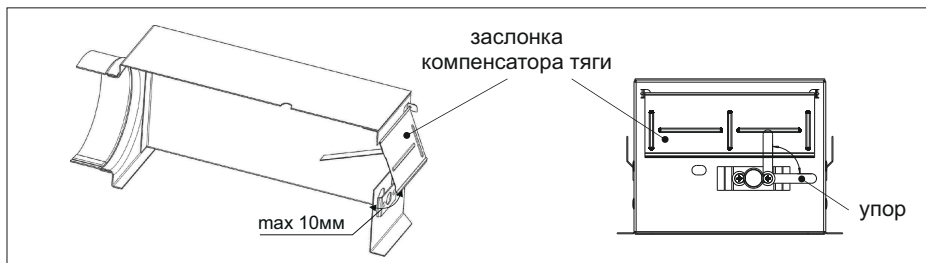

Рис. 7.
- убедитесь в том, что заслонка компенсатора тяги (рис.7) имеет свободный ход (должно наблюдаться свободное качение заслонки).